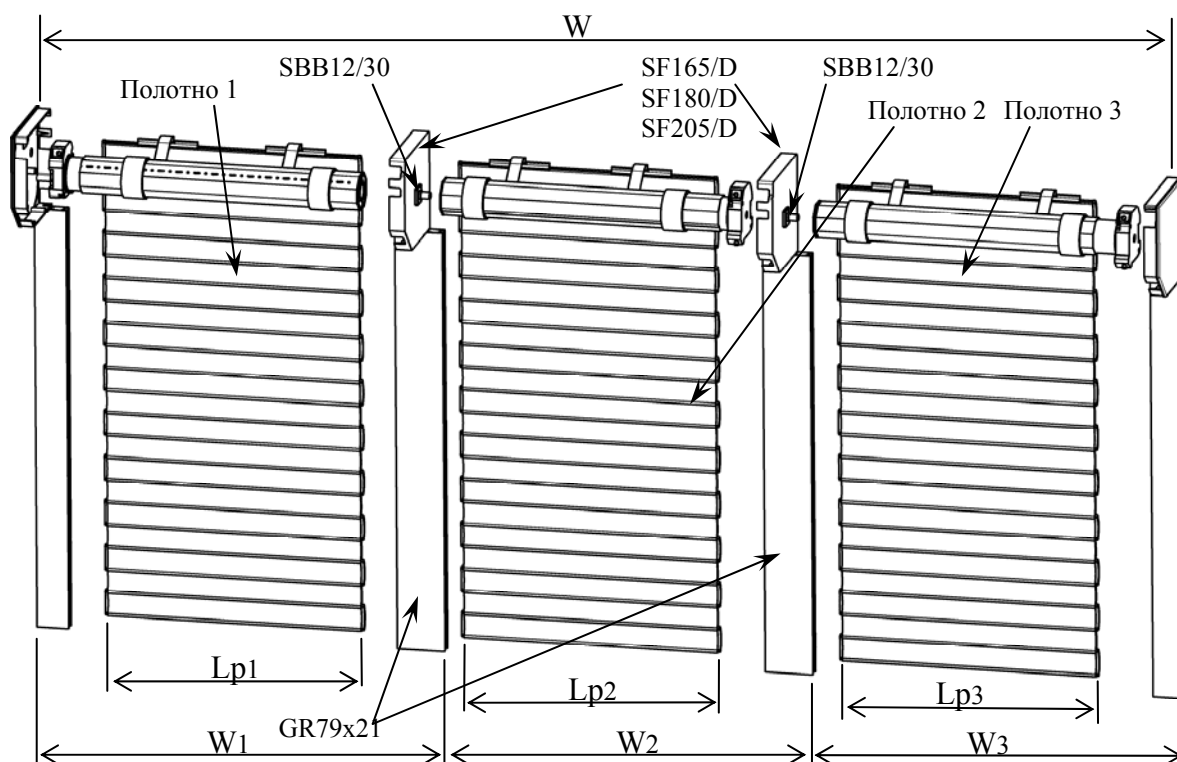

Рис.2
- 2) независимый : с использованием нескольких приводов, для раздельного управления роллетными полотнами (рис.2)